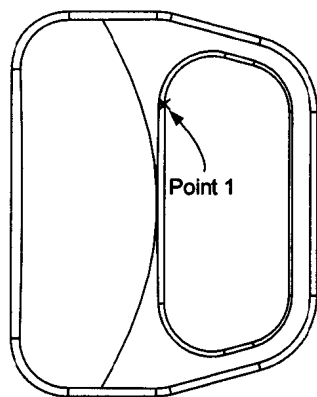

图 1.18
- [此时, 在如图 1.18 中出现“x”记号, 代表用户可在该点指定圆角半径值]